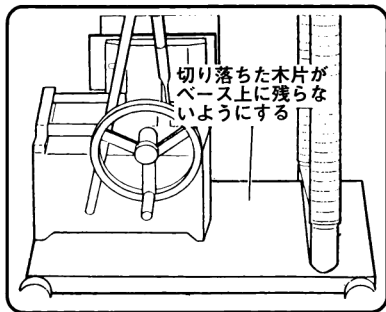

図 17
- 木片がベース上に残ったまま使用しますと木片が飛散し、機械を損傷させるだけでなくけがの原因になりますので、常によく取り除いてください。(図17参照)
- (2) ベース上にたまった切りくずを定期的に取り除いてください。(図17参照)